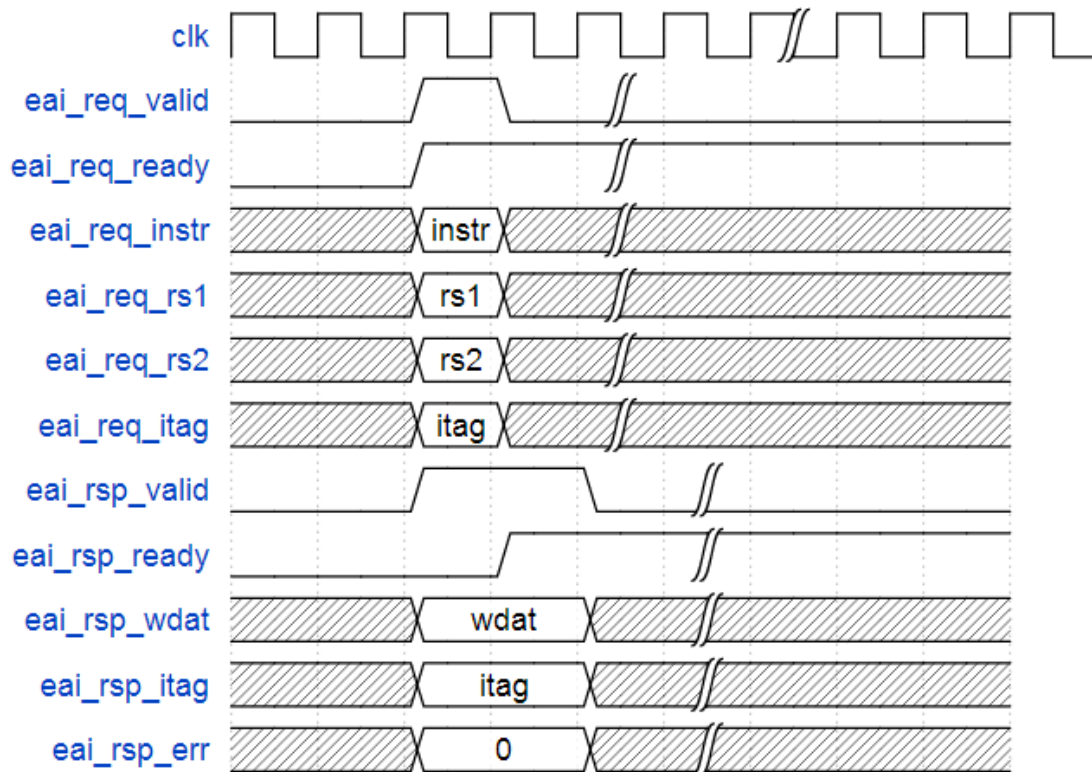

图 2-4 协处理器同一周期内返回结果
- 主处理器向协处理器通过 EAI 的 Request Channel 派发指令，协处理器在同一个周期即返回结果，但是主处理器不能接收，下一周期才能收此结果，如图 2-4 所示。